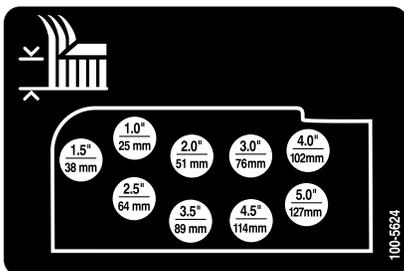

Figura 18
9. Monte las cadenas de altura de corte en el taladro de altura de corte deseado (Figura 18) con el pasador y la chaveta.